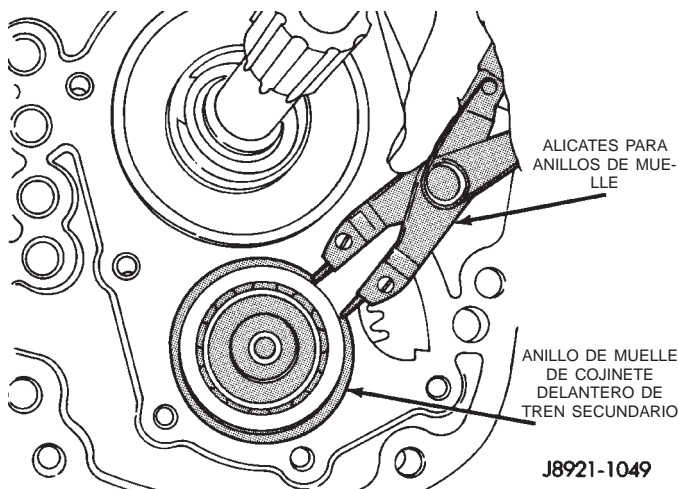

Fig. 33 Desmontaje de anillo de muelle del engranaje del tren secundario
(22) Retire el anillo de muelle del cojinete del engranaje del tren secundario (Fig. 33).